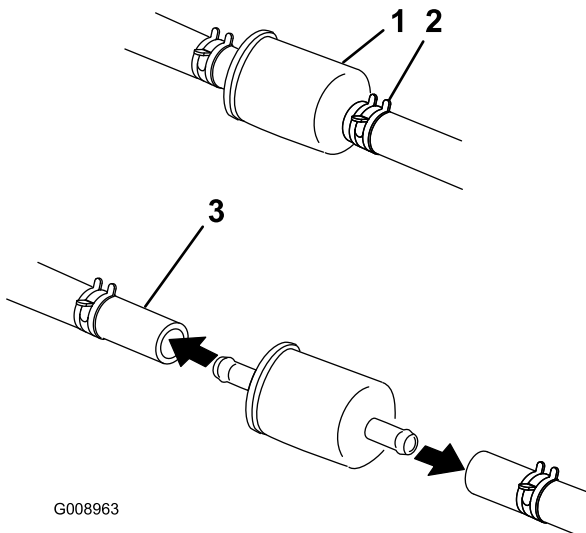

**Figura 44**
4. Levante el asiento y localice los filtros de combustible, según se muestra en Figura 44.
7. Instale un filtro nuevo – la flecha que indica el sentido de flujo debe apuntar hacia el motor. Acerque las abrazaderas al filtro (Figura 44) para sujetarlo.